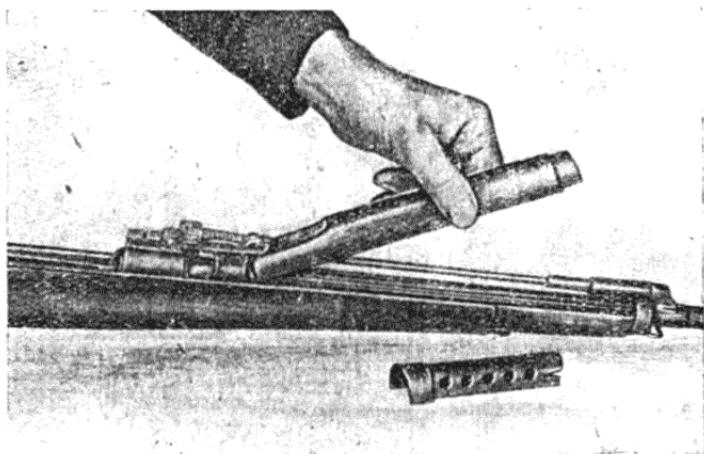

Рис. 50. Снятие ствольной накладки.
4. Снять ствольную накладку: пальцами правой руки продвинуть ее вперед, приподнять и отделить (рис. 50).